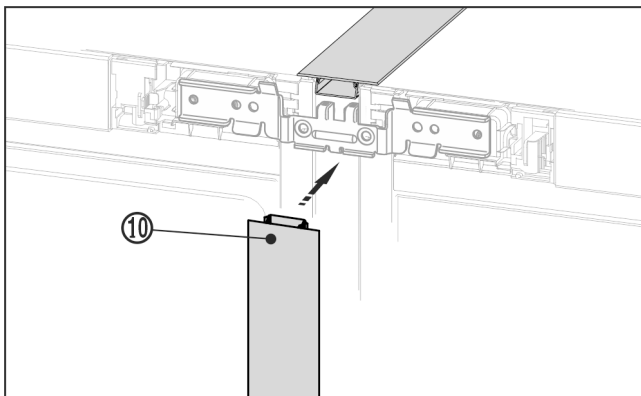

Fig. 24
- ▶ 在设备正面将长护板条 Fig. 24 (10) 压入垂直缝隙中。注意，护板条位于连接板上。